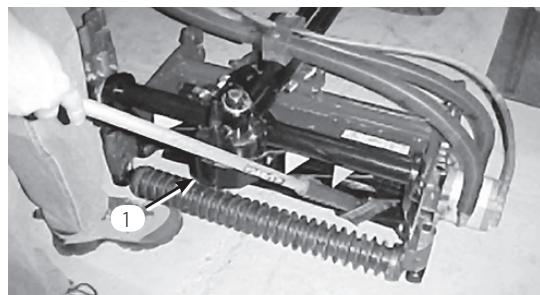

図73
- 長柄のブラシ(トロ P/N29-9100)で、ラッピングコンパウンドを塗布しながら作業する。どんな場合でも短い柄のブラシは使用しないこと(図73)。